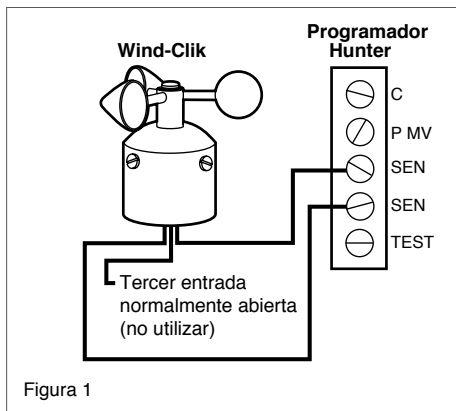

Figura 1
3. Conecte un cable al terminal "SEN" y otro cable al terminal "SEN" o "SEN COM" (Figura 1).